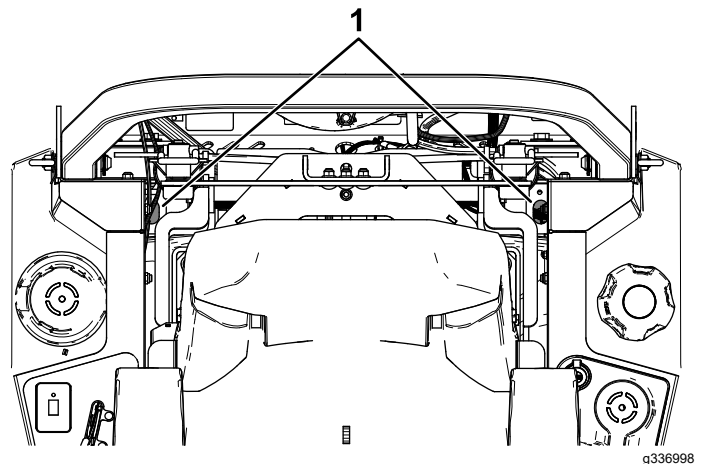

Figura 66
4. Folosind o extensie și o cheie de 7/16", accesați dopul orificiului de ventilație din partea superioară a mainii prin orificiile de lângă suporturile barei antiruliu (Figura 66).